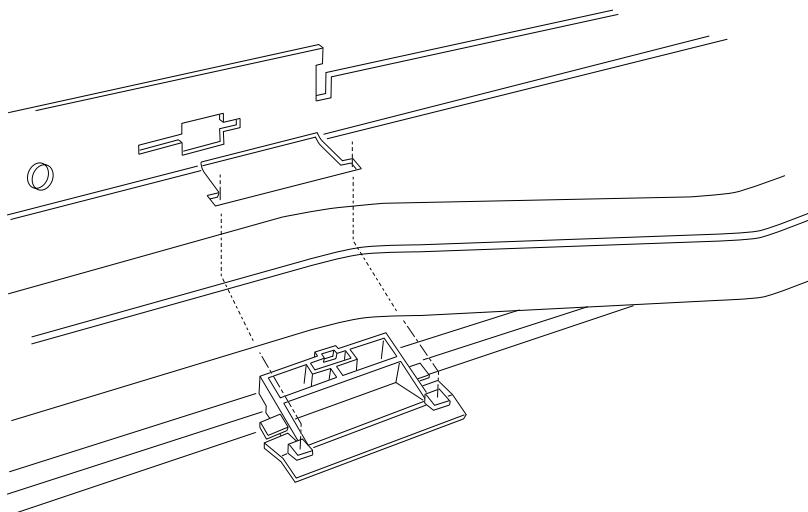

図 66：インク漏れ検知
- 6 図66を参照して、インク漏れ検知のクリップをゆるめてプリンタから取り外します。